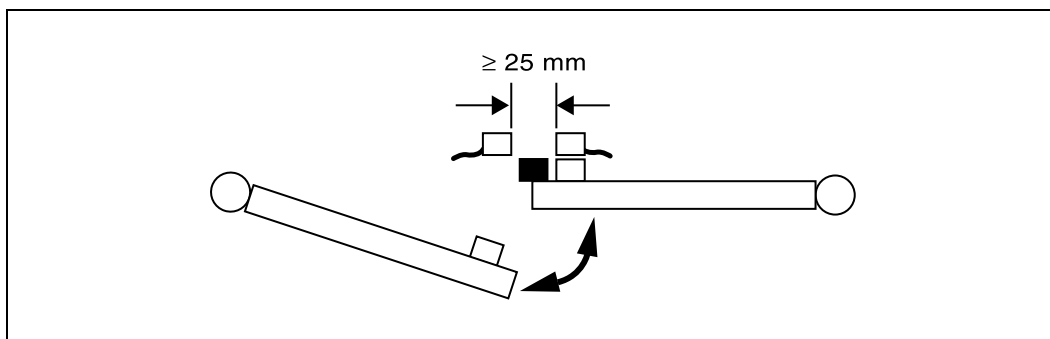

Fig. 3: Exemple de montage sur une porte à charnières
- Distance minimale à respecter avec un second capteur : 25 mm. Pour les portes pivotantes, le transpondeur doit être monté du côté de la fermeture (fig. 3).